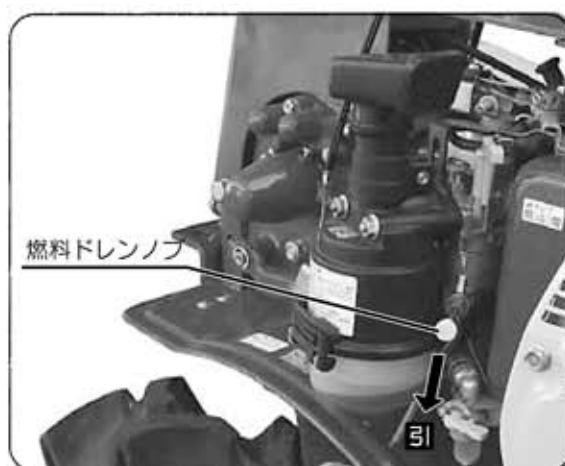

図56
(1) 清掃、洗浄、注油
- ① 車輪や作業機等に付着した泥、ゴミ、屑等は、よく落として水洗し、水洗後は水分をよく拭き取って乾燥してください。
- ② 回転部、摺動部には、たっぷりとオイルを差してください。
(2) クラッチレバー等
(3) オイル交換
(4) 燃料の抜取り (図56)
- ① エンジンを30日以上使わないときは、燃料変質による始動不良等を防止するために、燃料ドレンノブを引いて、気化器内と燃料タンク内の燃料を抜いてください。